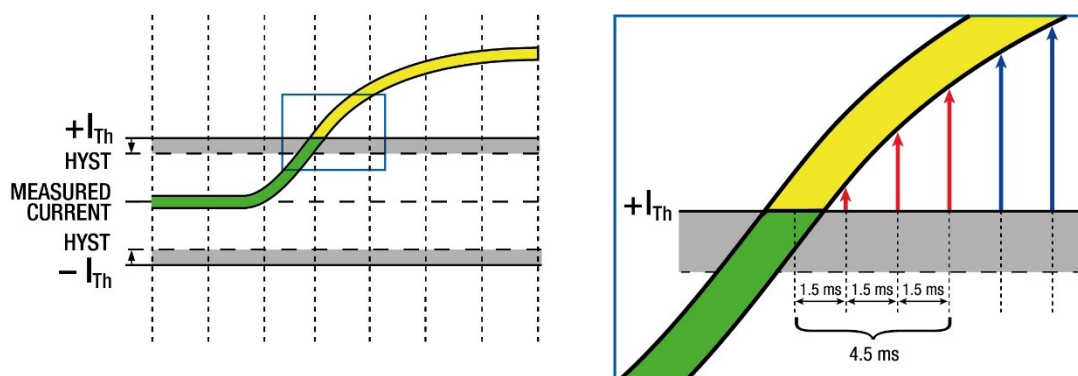

Abbildung 2: Überstromdetektion
- Das Gerät sucht alle **1,5 ms** nach Überstromereignissen, wobei mindestens drei von fünf Abtastungen erforderlich sind, um ein Überstromereignis zu bestätigen, wie in Abbildung 2 dargestellt.